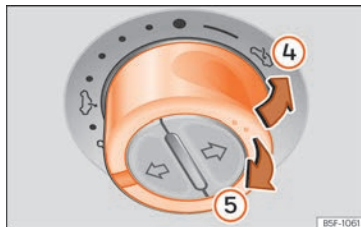

Abb. 16 Im Dachhimmel: Schalter zum Ausstellen oder Absenken des Dachs drücken bzw. ziehen.
- Hochfahren: Drücken Sie den Schalter auf die Position **»» Abb. 16 ④**. Zum Einstellen einer Zwischenposition betätigen Sie den Schalter bis die gewünschte Position erreicht ist.
- Senken: Ziehen Sie den Schalter auf die Position **»» Abb. 16 ⑤**. Zum Einstellen einer Zwischenposition betätigen Sie den Schalter bis die gewünschte Position erreicht ist.